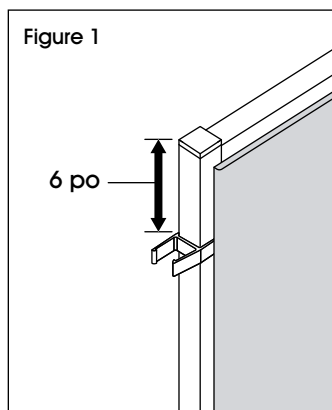

Figure 1
2. Fixez les supports à environ 6 po du haut et du bas de la première cloison en faisant glisser les extrémités du connecteur entre la partie en tissu et le cadre métallique. (Voir Figures 1 et 2)
**REMARQUE :** Les figures 1 et 2 montrent des connecteurs droits.